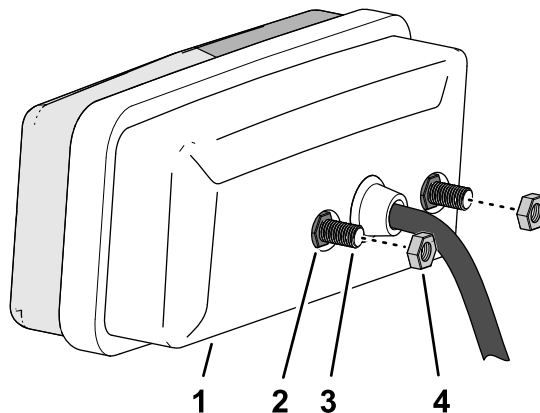

Figura 57
1. Retire as duas porcas (5 mm) de cada uma das luzes traseiras (Figura 57).